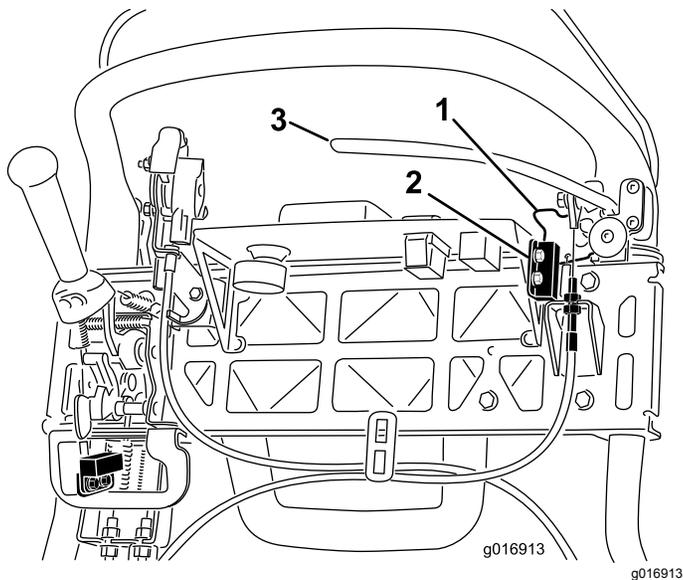

Рисунок 42
4. Ослабьте и снимите крепежные детали блокировочного выключателя (**Рисунок 42**).
5. Поставьте регулировочную прокладку толщиной 1,6 мм между фиксатором стояночного тормоза и блокировочным выключателем (**Рисунок 42**).